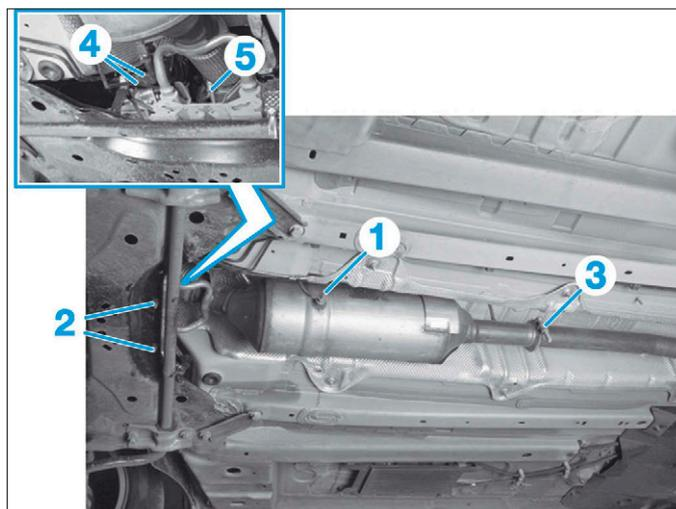

FIG. 80
- la sonde de température (1) (Fig.80),
- les écrous (2),
- le collier (3).
- Désaccoupler les tuyaux (4).